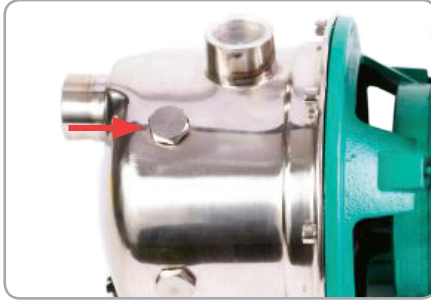

Fig.18
- Se desface șurubul de aerisire al pompei (Fig.4, poz.1), aflat în partea superioară (Fig.18).